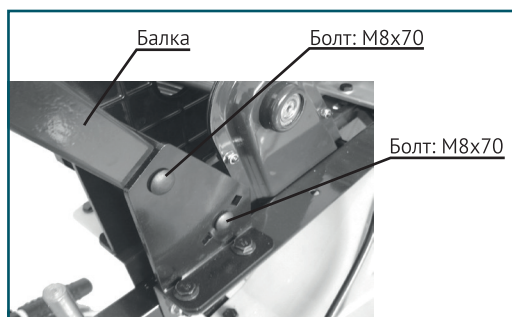
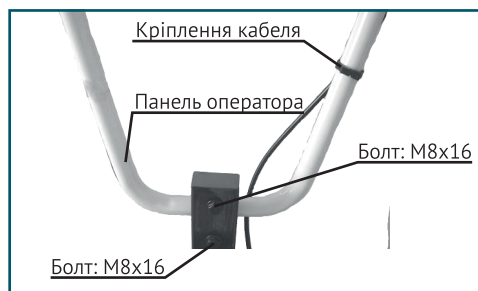

Рис.5
Рис.6
- Для встановлення панелі оператора спочатку закріпіть консоль за допомогою болтів M8x70 (Рис.5), згодом прикріпіть панель оператора до консолі за допомогою болтів M8x16 (Рис.6).